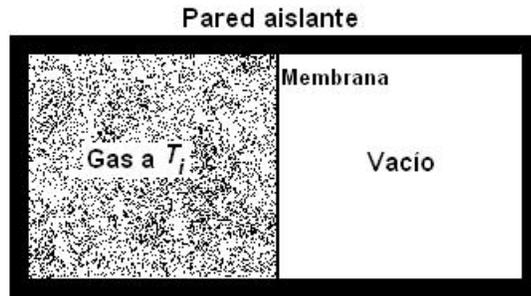

Figura 15.6. Expansión libre de un gas dentro de un envase aislado.
Considerar un gas ideal en un envase aislado que ocupa inicialmente un volumen V_i a la temperatura inicial T_i , en un espacio separado por una división (membrana) de otra parte del mismo envase, donde hay otro espacio vacío, como se muestra en la figura 15.6. En forma repentina se rompe la membrana, de modo que el gas se expande irreversiblemente hacia la región vacía, hasta ocupar un volumen final V_f . Se calculará el cambio de entropía del gas.
- 15.38 Un recipiente térmicamente aislado de 2 litros está dividido en dos partes iguales (figura 15.6). El lado izquierdo contiene 0.044 moles de hidrógeno y el derecho 0.044 moles oxígeno, ambos a temperatura ambiente y presión atmosférica. Calcular el cambio de entropía al eliminar la división y dejar que los gases se mezclen. R: 507 J/K.